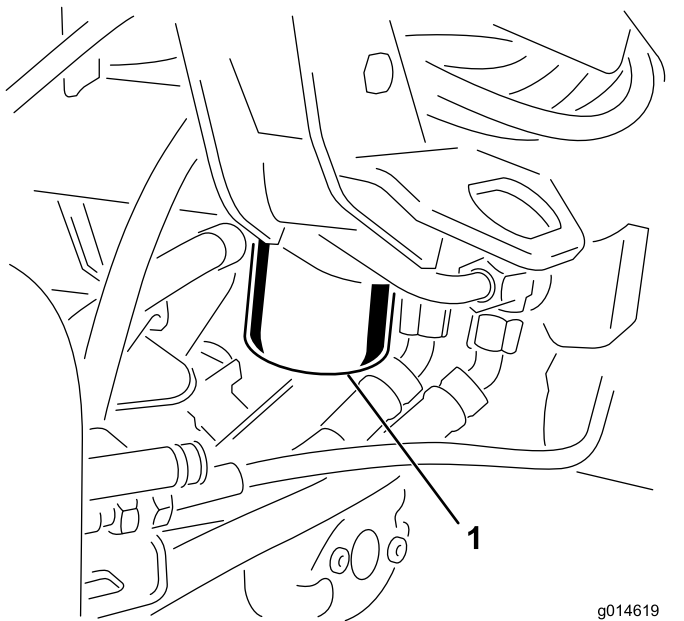

图45
1. 清洁过滤器安装区周围的区域 图45。在过滤器下面放置一个放油盘并拆下过滤器。